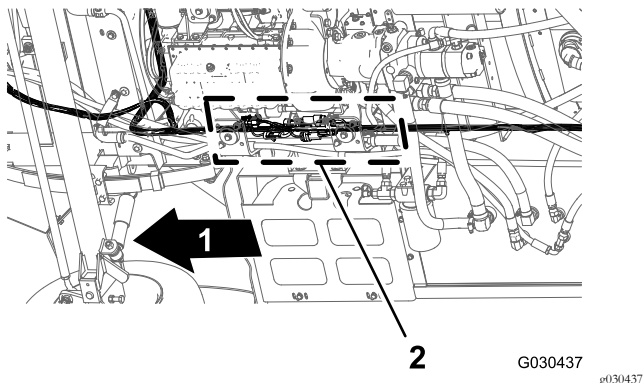

图 104
- 沿着机器下方的右机架管找到机器前后线束的电气接头图 104。